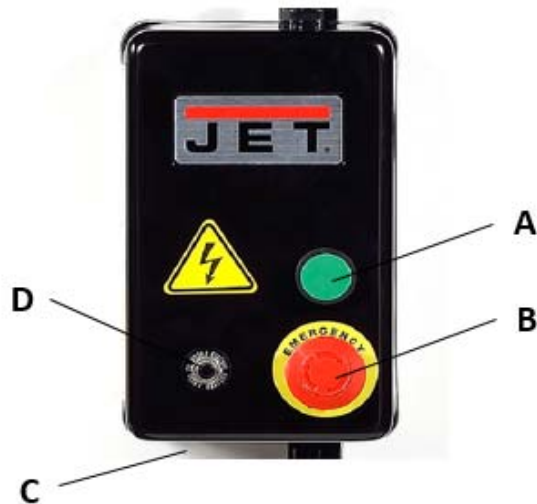

Figure 15
Appuyez sur le bouton de démarrage vert (A, Figure 15) pour démarrer le collecteur de poussière. Appuyez sur le bouton d'arrêt rouge (B) pour arrêter.
Si la surcharge est déclenchée, laissez la machine refroidir pendant plusieurs minutes. Puis, appuyez sur le bouton de réinitialisation (D, Figure 15) et redémarrez le collecteur de poussière.